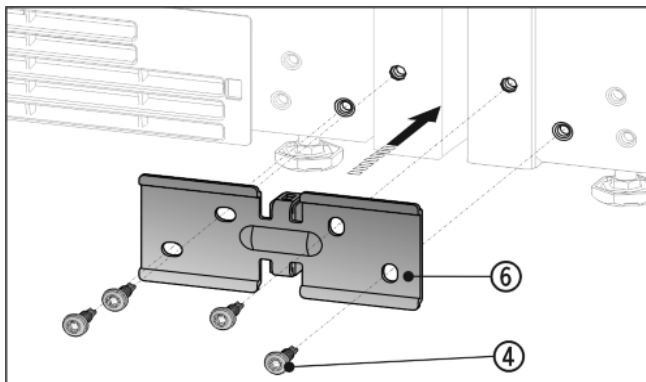

Fig. 8
- ▶ Winkel Fig. 8 (6) mit dem Distanzstück zwischen die Geräte schieben und mit 4 Schrauben Fig. 8 (4) lose anschrauben.